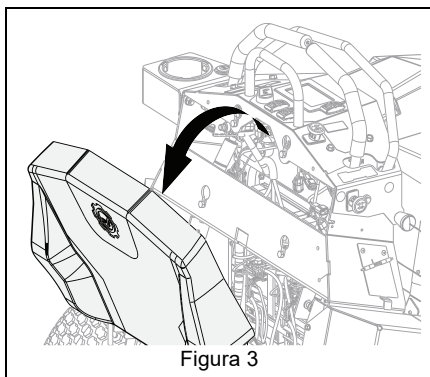

Figura 3
1. Tirare il pad dell'operatore verso l'alto e poi all'indietro per rimuoverlo. Vedere Figura 3.